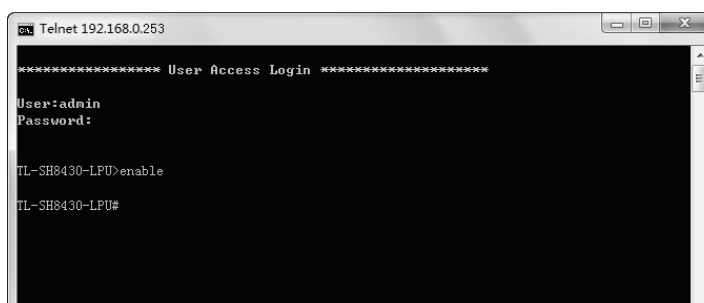

图5-10 进入特权模式
4. 输入enable后回车以进入特权模式，如图5-10所示。